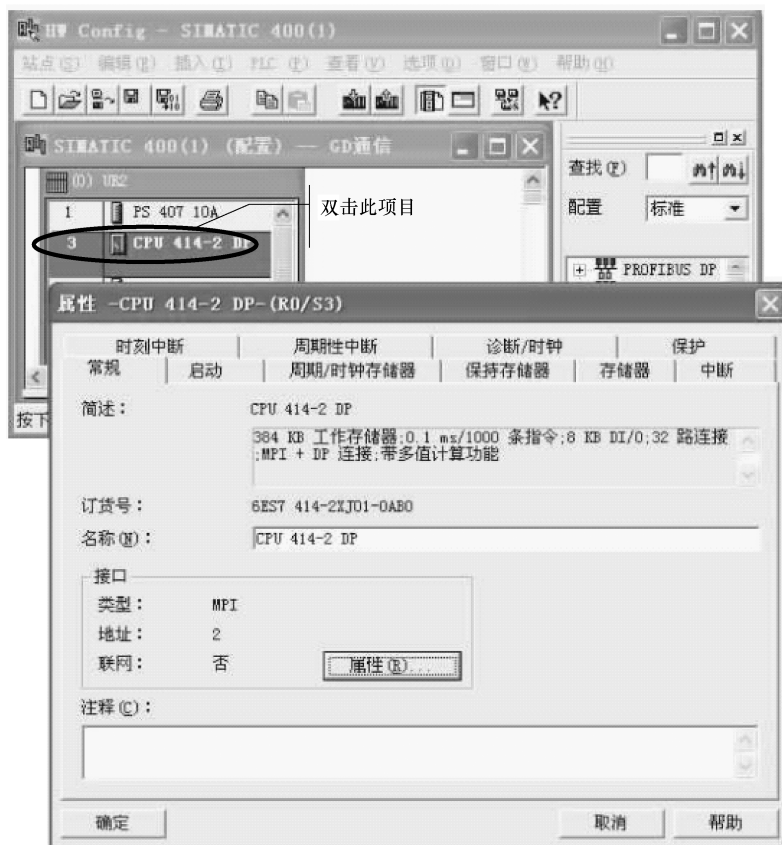

图 7-6 CPU 属性界面
4) 首先组态 S7-400 站的 MPI 网。在 S7-400 硬件组态界面，双击机架上的 CPU 414-2DP，将弹出 CPU 属性界面，如图 7-6 所示。